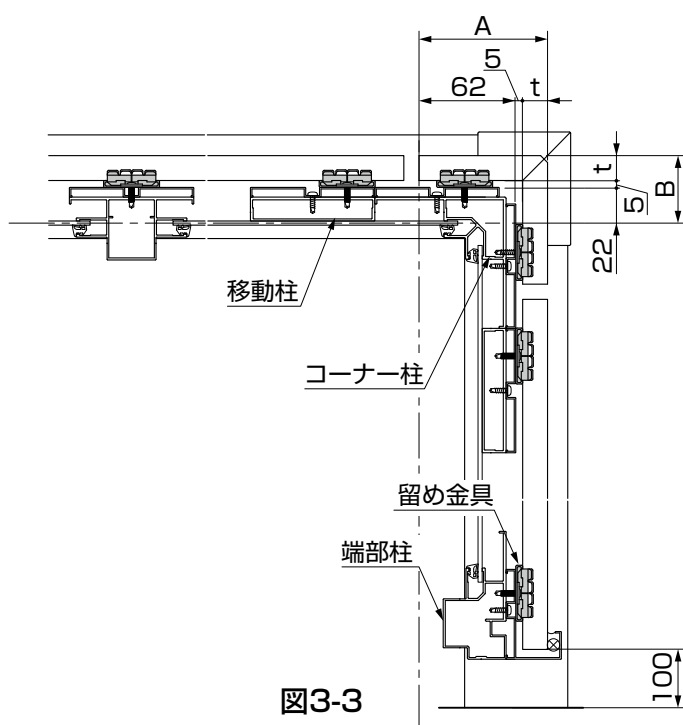

図3-3
①金具止め施工の場合、図3-3、表3-2を参考に留め金具とスペーサーの必要個数を手配してください。
② 移動柱の取付け位置